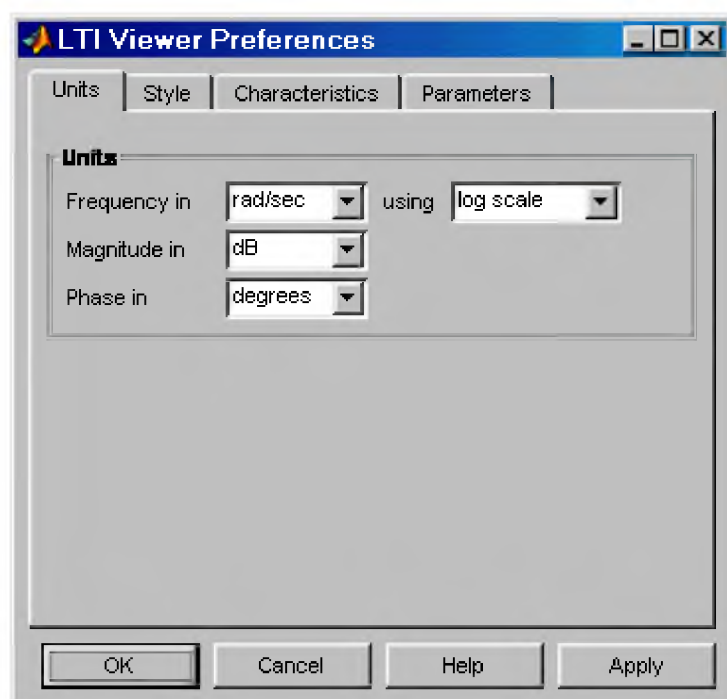

Рис. 11.6 Вкладка **Units**
1. Установка единиц измерения (вкладка **Units**). Вид окна при настройке единиц измерения показан на рис. 11.6.